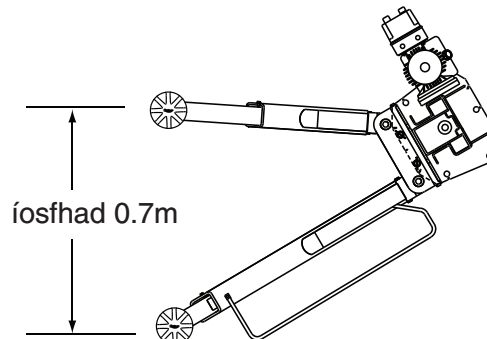

Abb. 2
- Minimaler Abstand zwischen vorderen und hinteren Aufnahmepunkten ist 0,7m (siehe Abb.2).